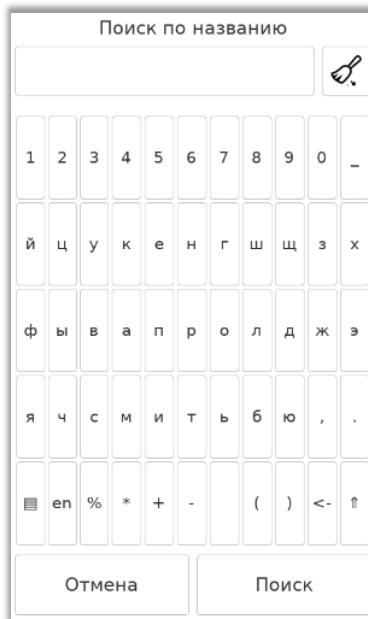

Рисунок 54 Окно поиска по образцам
- в открывшемся окне ввести название или отдельные символы (Рисунок 54),